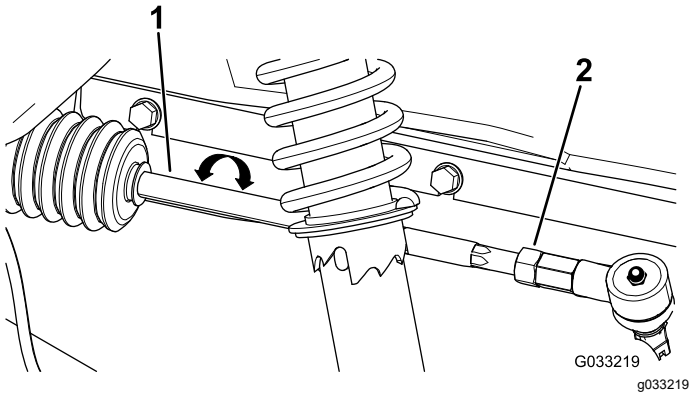

図 57
2. 前後の測定値の差が所定範囲0-6 mmにならない場合は、タイロッドの外側端部にあるジャムナットをゆるめて調整を行う図 57。